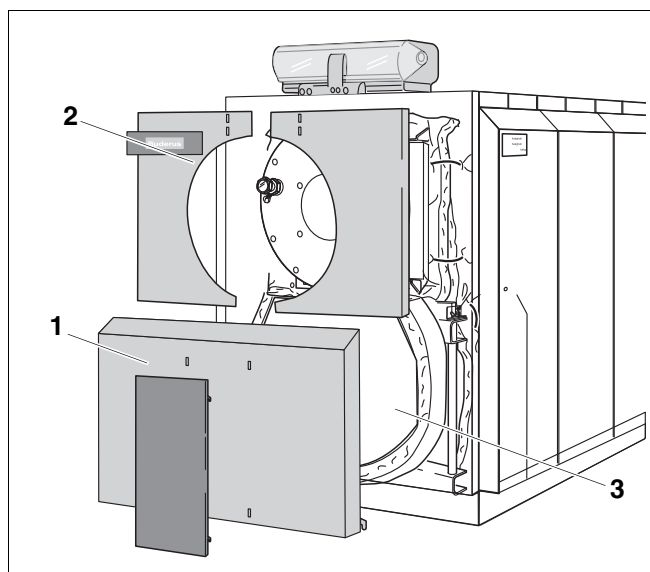

Рис. 2 Конденсационный котёл Logano plus SB735 Gas
- облицовка котла [2], теплоизоляция [4], облицовка дверцы горелки – (рис. 2, [2]) и обшивка обратной камеры (рис. 2, [1]) облицовка котла, теплоизоляция, облицовка дверцы горелки и обратной камеры снижают потери энергии.